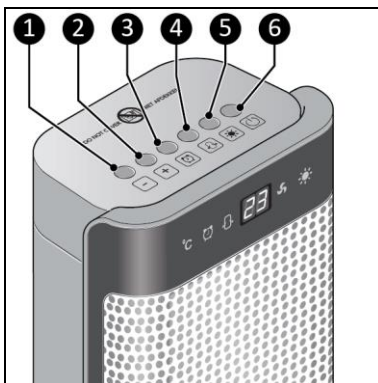

Figura 10
2. Apăsați butonul PORNIT/OPRIT (Figura 10, poz. 6) sau pe cel de pe telecomandă. Dispozitivul pornește în modul de ventilație. Afișajul arată temperatura ambiantă. Lumina pentru ventilație se aprinde.
1. Setați temperatura dorită cu ajutorul butoanelor Plus și Minus de pe unitate (Figura 10, poz. 1, 2) sau de pe telecomandă (max. 35 °C). Pe ecran se afișează temperatura setată pentru câteva secunde. După aceea, ecranul va afișa temperatura ambiantă.
1. Folosiți butonul de încălzire de pe dispozitiv (Figura 10, poz. 5) sau de pe telecomandă și derulați prin:
2. Apăsați butonul temporizatorului de pe dispozitiv (Figura 10, poz. 3) sau de pe telecomandă: